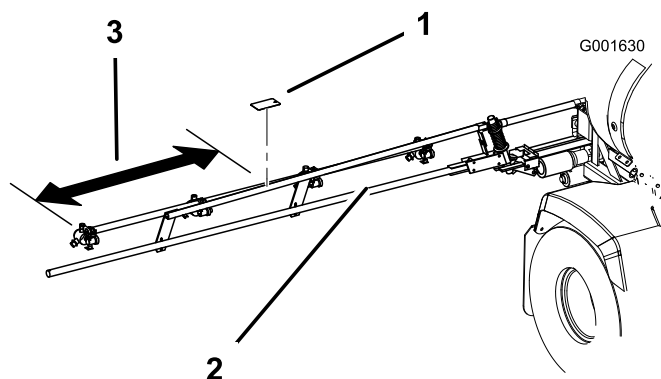
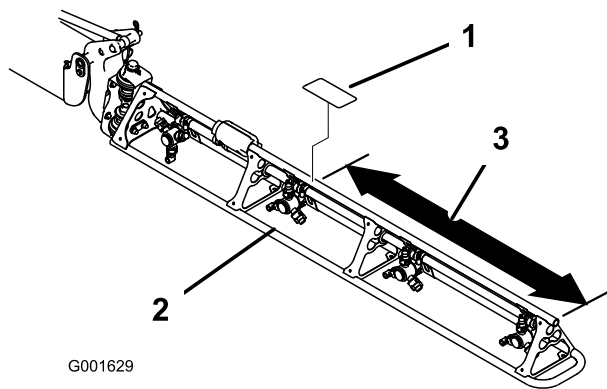

Figura 10
Figura 11
1. Misurate a partire dall'estremità delle barre, come come illustrato nella Figura 10 o Figura 11.
3. Staccate il nuovo adesivo dal supporto e applicatelo sulla barra (Figura 10 o Figura 11).